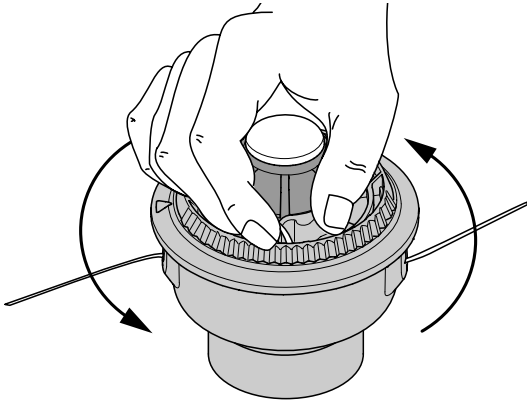

Fig. 12
- Tenez la bobine extérieure. Rembobinez le moulinet intérieur vers la gauche jusqu'à ce qu'il ne reste plus qu'environ 102 mm (4 po) de fil (Fig. 12).